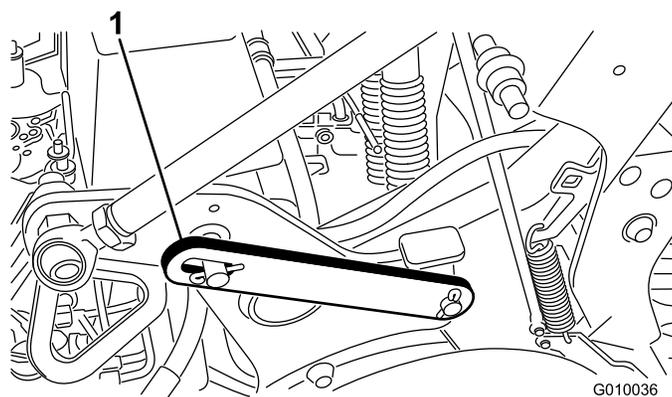

図 21
2. ラッチを収納位置に止めているクリップ・リングを外す(図 21)。